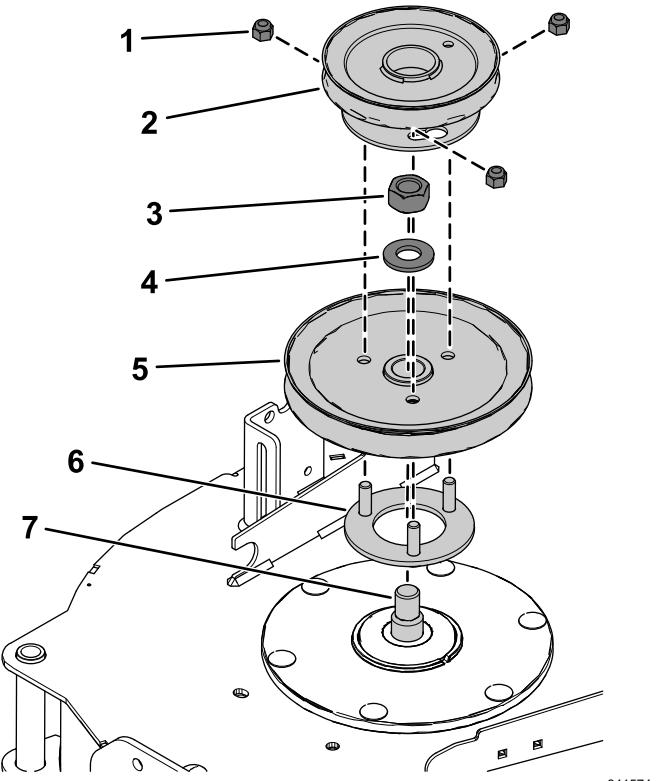

Figure 22
4. Insérez les goujons filetés du support de poulie dans les trous de la poulie du tablier (Figure 22).
5. Fixez la poulie du tablier sur l'axe de pivot à l'aide de l'écrou hexagonal (¾ po) et de la rondelle retirés précédemment (Figure 22).
7. Placez la poulie de ventilateur sur les goujons filetés et vissez légèrement les 3 contre-écrous (¾ po), comme montré à la (Figure 22).